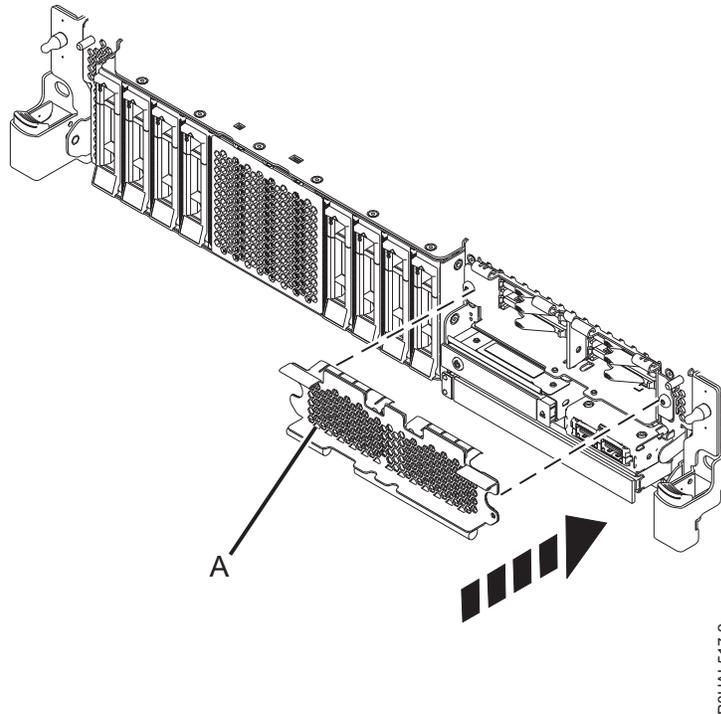

図 9. 拡張機能 システム内の SSD ケージのカバー
3. 該当する場合は、14 ページの図 9 に示すように穴開きプレート (A) で SSD ケージを覆います。